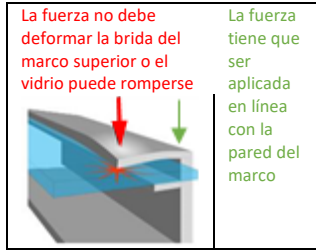

Figura 1a: Ubicaciones de la fuerza de la abrazadera
2) **Mordazas de presión o clips:** Monte el módulo con los clips opuestos en el lado largo y/o corto del marco del módulo. La ubicación permitida de los clips debe estar de acuerdo con la Apéndice. Los instaladores deben asegurarse de que los clips tengan la suficiente resistencia para permitir lograr la presión proyectada máxima del módulo. TCL no suministra las sujeciones ni las mordazas. Las mordazas deben aplicar fuerza colineal con la "pared" del marco del módulo y no solo a la brida superior. Las mordazas o los procedimientos de instalación que ejercen una fuerza excesiva sobre la brida superior deformarán el marco, anularán la garantía del módulo y provocarán la rotura del vidrio. La figura 1a ilustra ubicaciones para la fuerza de sujeción del marco superior. Evite la sujeción dentro de los 50 mm de las esquinas del módulo para reducir el riesgo de desviación de la esquina del marco y rotura del vidrio. Cuando se sujeta al marco del módulo, el par de torsión nunca debe exceder los 15 N.m para reducir las posibilidades de deformación del marco. Se debe utilizar una llave de torsión calibrada. Debe evaluarse la compatibilidad de los sistemas de montaje antes de la instalación, especialmente cuando el sistema no utiliza mordazas o clips. Póngase en contacto con TCL para obtener la aprobación del uso de abrazaderas o clips de presión no estándar en los que los valores de par sean superiores a los indicados de otro modo.